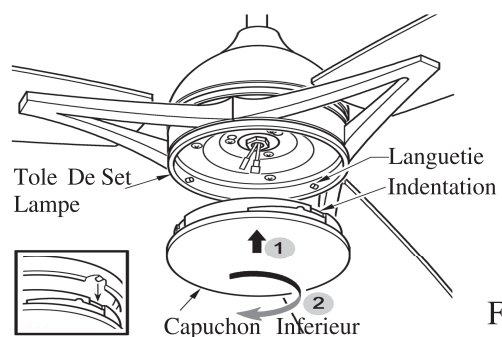

FIG.15
- Alignez la rainure du capuchon inférieur avec la languette de la plaque du kit d'éclairage et tournez dans le sens des aiguilles d'une montre jusqu'à ce que le dispositif se verrouille en place et soit stable.(Voir fig.15)